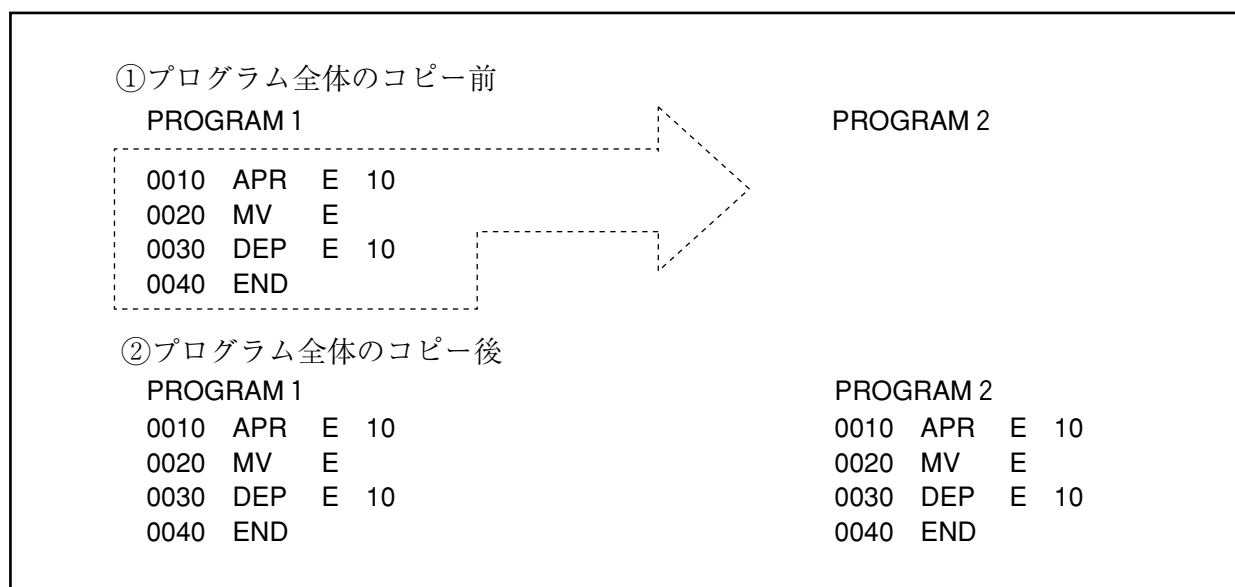

図 6-1 PROGRAM1をPROGRAM2へ全体コピーする例
- 7.2 プログラムの全体コピー例 PROGRAM1をPROGRAM2へ全体コピーする例を図 6-1 に示します。